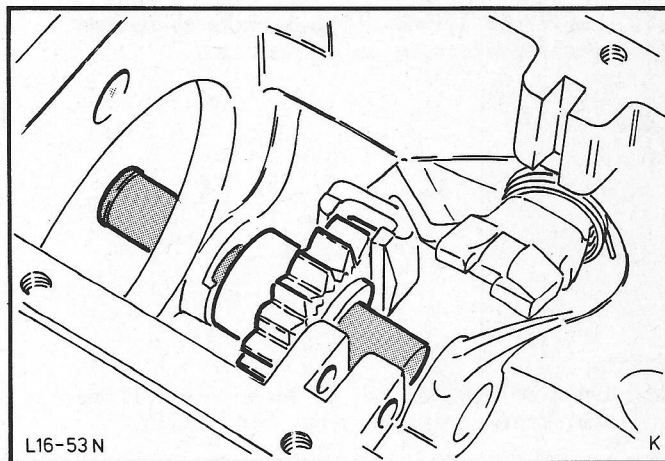

Fig. 27 Tussentandwiel van achteruitversnelling inbouwen.
44. Monteer het tussentandwiel van de achteruitversnelling met de schakelgroef naar achteren gekeerd op de as. Breng het tussentandwiel in aangrijping met de schakelmof, schuif de as in het tandwiel en tik hem met een koperen hamer op zijn plaats, fig. 27.